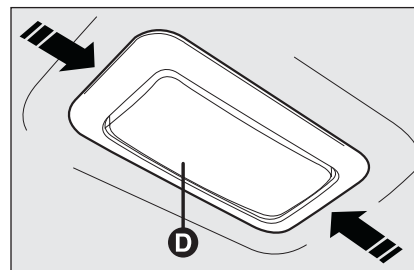
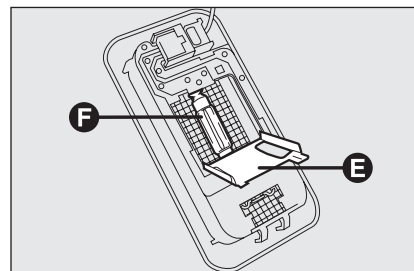

fig. 31
fig. 32
- agir sur les points indiqués par les flèches et enlever le plafonnier **D - fig. 31** ;
- ouvrir le volet de protection **E - fig. 32** ;
- remplacer l'ampoule **F - fig. 32** en la dégageant des contacts latéraux et en s'assurant que la nouvelle ampoule soit correctement bloquée entre ces contacts ;
- refermer le volet de protection **E - fig. 32** et réinsérer le plafonnier **D - fig. 31** dans son logement en s'assurant de son blocage.